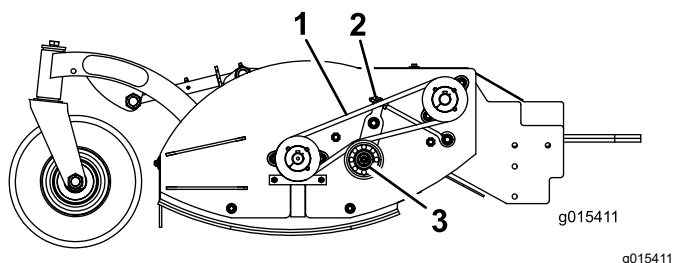

Figura 9
Inspeccione visualmente la correa (**Figura 9**) en busca de suciedad, desgaste, grietas o signos de sobrecalentamiento.
La tensión adecuada de la correa del cortacésped es de 2 kg de fuerza para desviar la correa 13 mm en el punto medio del tramo más largo (**Figura 9**).
- A. Afloje la contratuerca (**Figura 9**).